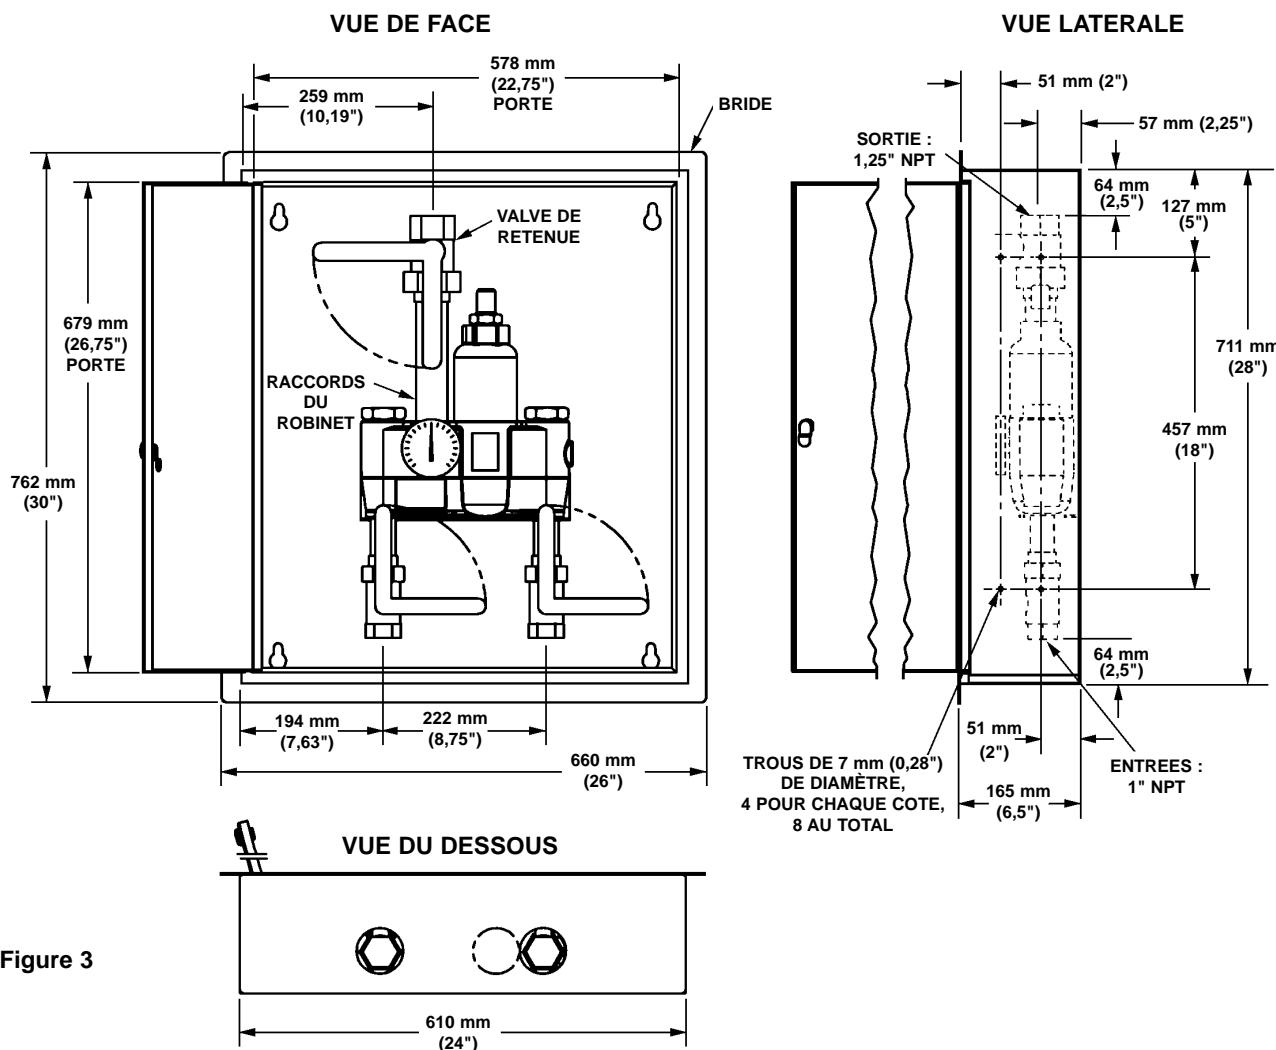

Figure 3
- Pratiquer une ouverture initiale de 62 cm L x 72 cm H (24,5" x 28,5") dans le mur, pour y fixer le cabinet (voir Figure 3).
- Mesurer et marquer l'emplacement des trous pour le montage, selon les dimensions indiquées à la Figure 3. Si nécessaire, installer quatre ancrages muraux de 1/4" (fournis par l'installateur).